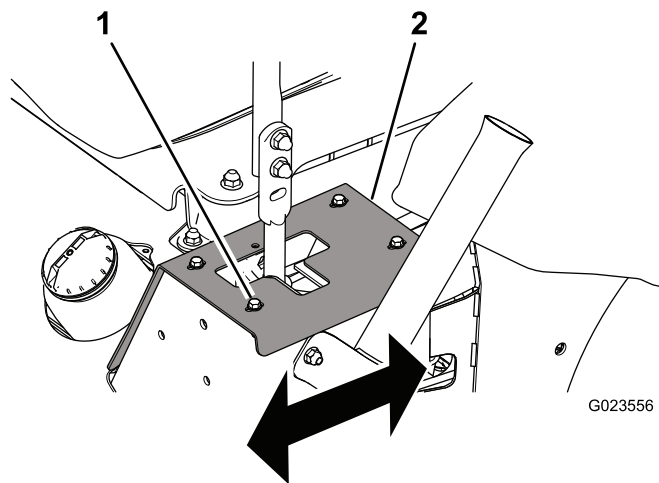

図 55
- 右にずれていく場合には、ボルトをゆるめて左ストッププレートを後ろにずらす 図 55。
- 右にずれていく場合には、ボルトをゆるめて右ストッププレートを後ろにずらす 図 55。
3. ボルトを締めてストッププレートを固定する 図 55。